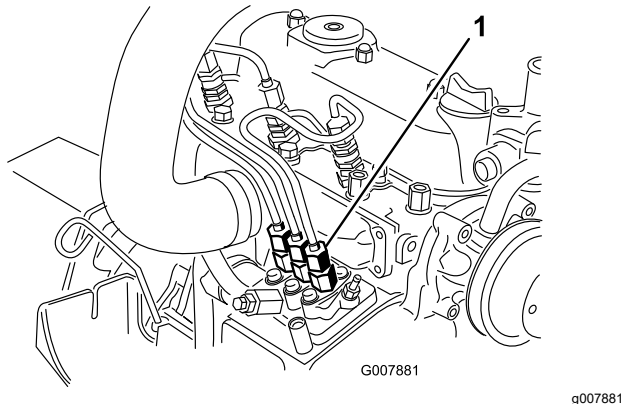

図 38
1. 燃料噴射ポンプから No.1インジェクタノズル 図 38へのパイプ接続部の下にウェスを当て、パイプの接続をゆるめる。